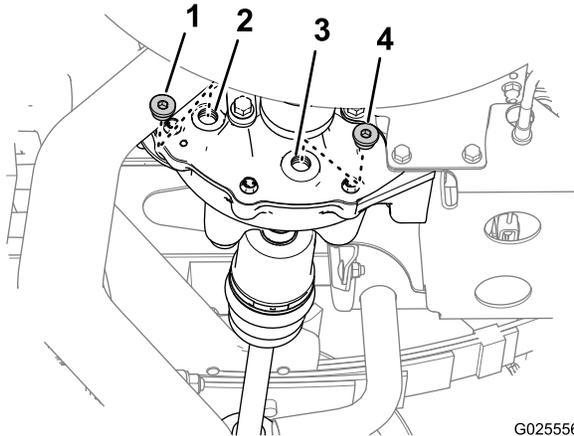

Figure 75
1. Placez un bac de vidange sous le bouchon de vidange (Figure 75).
2. Enlevez le bouchon de l'orifice de remplissage et le bouchon de l'orifice de vidange du différentiel (Figure 75).
4. Remettez le bouchon sur l'orifice de vidange (Figure 75) et serrez-le à un couple de 14 à 19 N·m.
5. Versez 550 ml de l'huile spécifiée par l'orifice de remplissage du différentiel (Figure 75).
6. Remettez le bouchon sur l'orifice de remplissage (Figure 75) et serrez-le à un couple de 14 à 19 N·m.